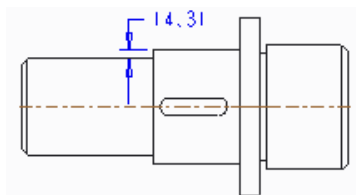

图 9-39 尺寸标注
- 选择曲面：通过选取曲面进行标注。选取同心轴上的第一个曲面，再选取第二个曲面，然后单击鼠标中键确定，创建如图 9-39 所示的尺寸标注。